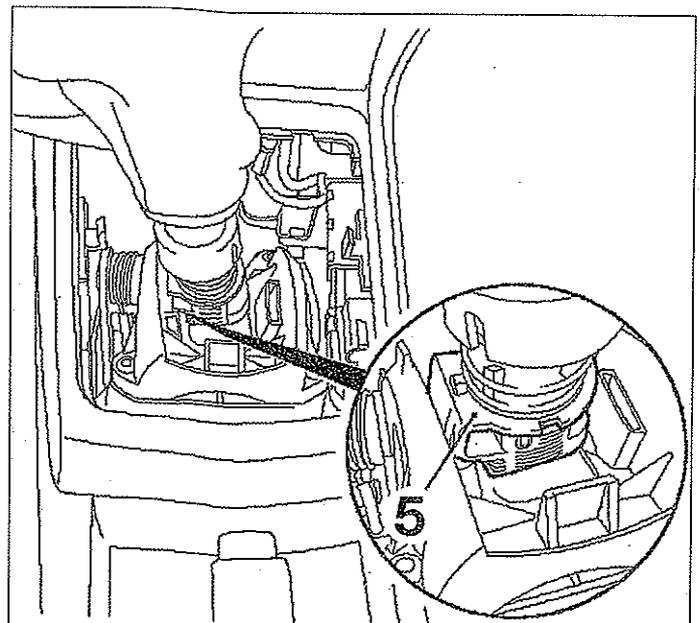

FIG. 14
- Descender el anillo (5) de bloqueo con el muelle.
- Fijar la palanca de velocidades sobre su soporte con el anillo (5) (fig. 14).
- tirar de la palanca de mando de la caja de velocidades y desmontar el pasador (6).
- extraer el anillo (5) de su soporte (fig. 14).
- empujar el anillo (5) y clipearlo en su posición de origen debajo del pomo.